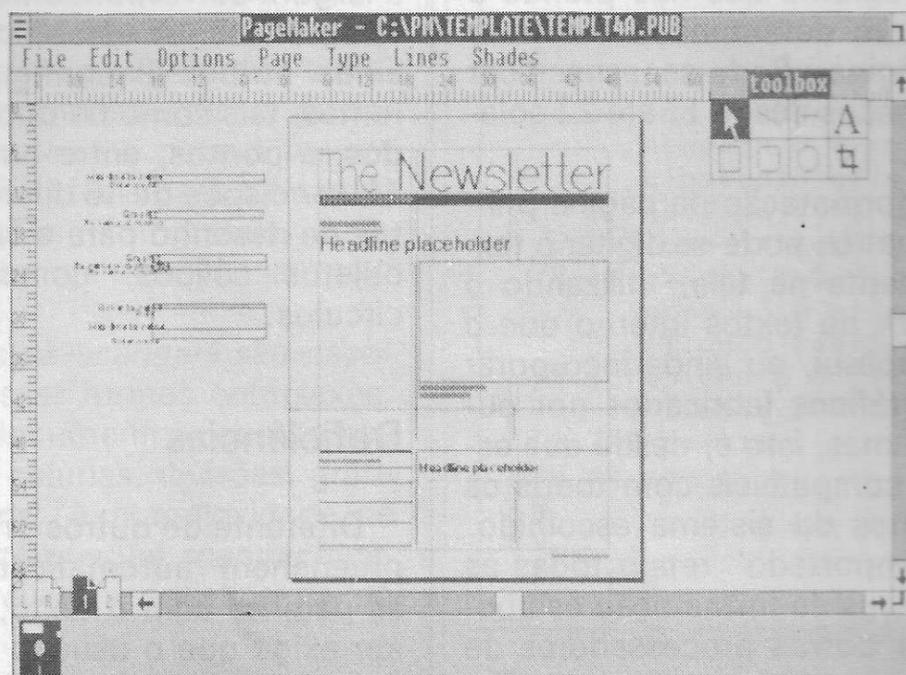

Fig 5 — A Aldus Corp. criou programas chamados templates para auxiliar o desenhista novato na confecção de um lay-out.
básicos de um desenho, tais como margens, número de colunas, e locais de posição de cabeçalhos e gráficos, já configurados em determinado lugar. Quando uma imagem ou texto é escrito (ou importado), estes vão preencher as lacunas ocupadas previamente pelos primeiros elementos simbólicos. (Fig. 5).
**Gabarito (template)** — São programas que possuem os elementos básicos de um lay-out já definidos em certos lugares, tais como margens, número de colunas e posição de cabeçalhos e gráficos, que podem ser preenchidos pelo usuário. (Fig. 5).